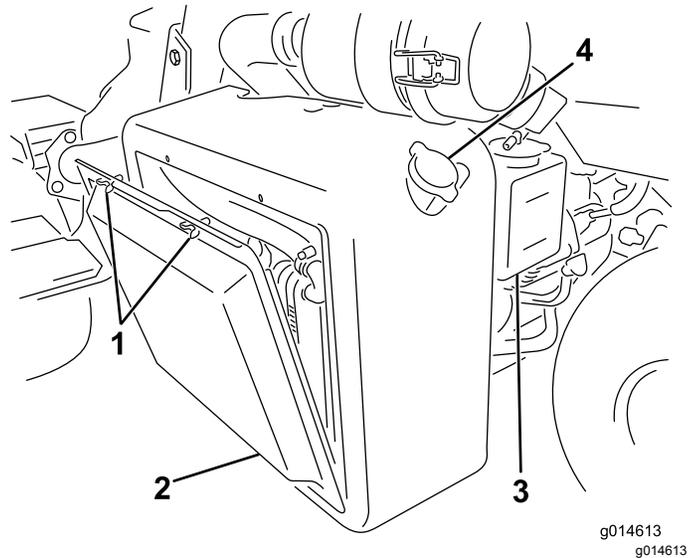
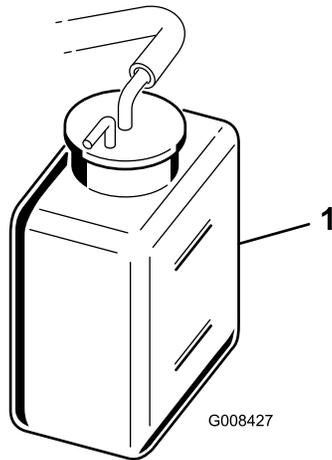

图41
图42
1. 拆下散热器吸风滤网图41。
2. 检查冷却液液位 图41 和 图42。